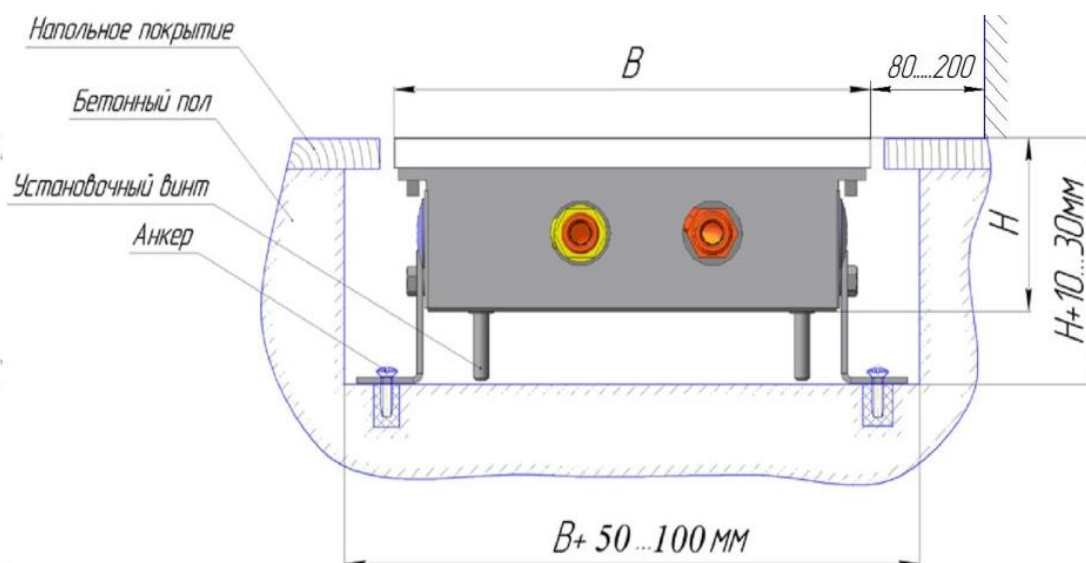

Рисунок 2- Установочные размеры.
7.6. Корпус конвектора должен быть установлен строго горизонтально в выполненной в полу нише, глубина и ширина которой зависит от высоты и ширины корпуса (см. рис. 2.). Высота ниши должна быть равна высоте корпуса конвектора плюс 10...30 мм. Ширина ниши должна равняться ширине конвектора плюс 50...100мм; рекомендуемое расстояние от стены составляет 80...200 мм.